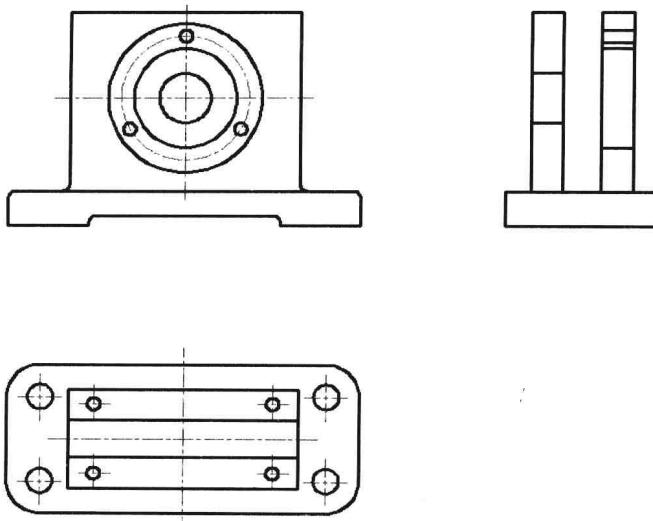

图 11-1-17
(18) 单击“修剪”按钮 修剪 ，修剪后形成图形，如图 11-1-17 所示。
(19) 单击“直线”按钮 直线 ，绘制对称点划线。
(20) 在“修改”面板中，单击“倒角”按钮 倒角 ，输入“d”，按Enter键。